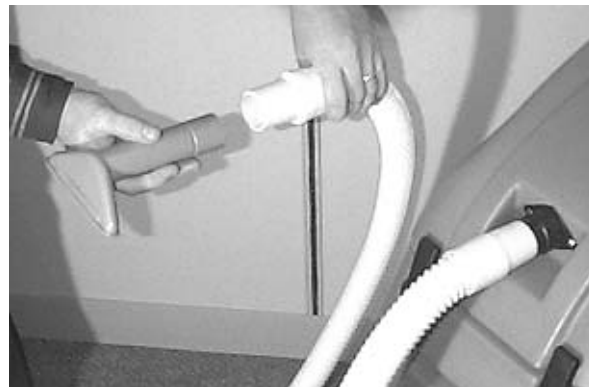

FIG. 12
2. Sélectionnez l'accessoire souhaité et raccordez-le sur le tuyau d'aspiration (Figure 12).